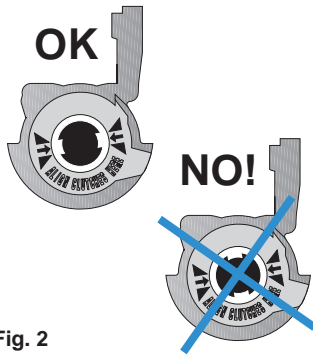

Fig. 2
- 2 - Make sure that the two plastic engagement teeth of the sensor are perfectly aligned with the reference arrows of the sensor body (Fig. 2).
- 2 - darauf achten, daß die Mitnahmezähne des Druck- und Drehimpulssensors mit den Hilfspfeilen wie in Abbildung 2 ausgerichtet sind.